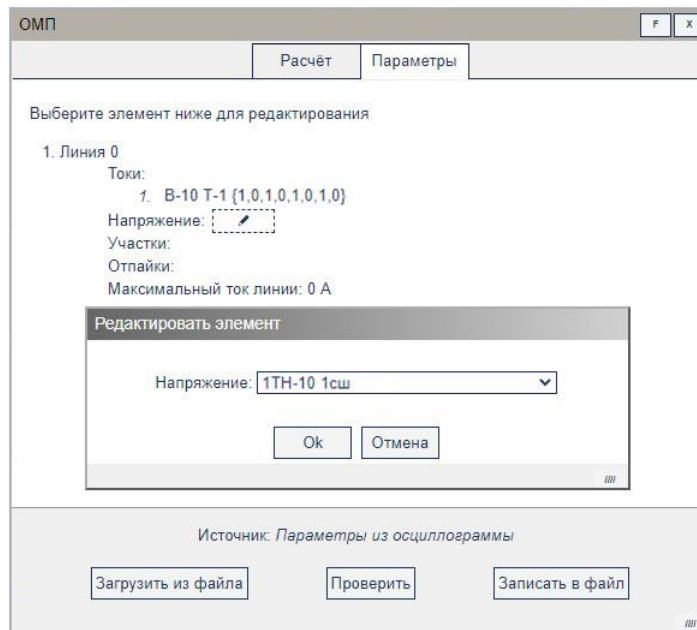

Рисунок 32 – Добавление напряжения
3.5.18.7 При добавлении напряжения появляется дополнительное окно «Редактировать элемент», в котором необходимо выбрать напряжение из списка (рис. 32).